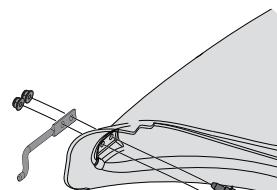

Figura 18
1. Desde el interior del maletero, pase dos tornillos de tope de cabeza hexagonal (738-1225) a través de los orificios en la parte inferior delantera del maletero. Consulte la Figura 18.
2. Coloque la varilla de montaje (747-06309) en su lugar sobre los tornillos de tope de cabeza hexagonal. Verifique que la punta de la varilla mire hacia afuera del maletero. Consulte la Figura 18.
3. Comience a roscar las tuercas hexagonales (712-04064) en los tornillos de tope de cabeza hexagonal. Consulte la Figura 18.